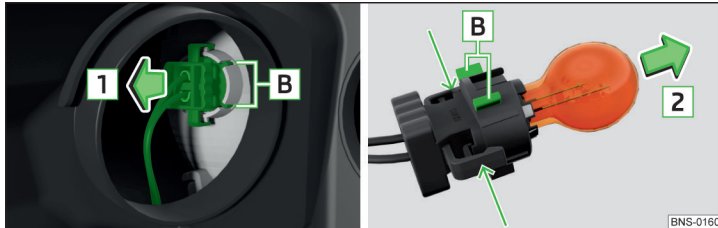

Abb. 375 Glühlampe für Blinklicht wechseln
- › Den Sockel mit der Glühlampe mit Wackelbewegungen in Pfeilrichtung **1** » Abb. 375 herausziehen.